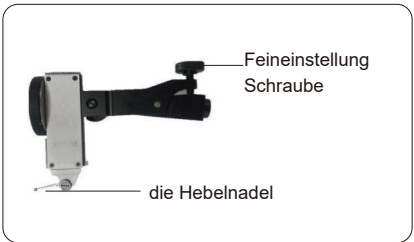

Abb.1
- Achtung: Um Messfehler aufgrund der Elastizität der Feineinstellung zu vermeiden, sollten sich die Hebelnadel und die Feineinstellungsschraube auf der gegenüberliegenden Seite befinden (Abb. 1).